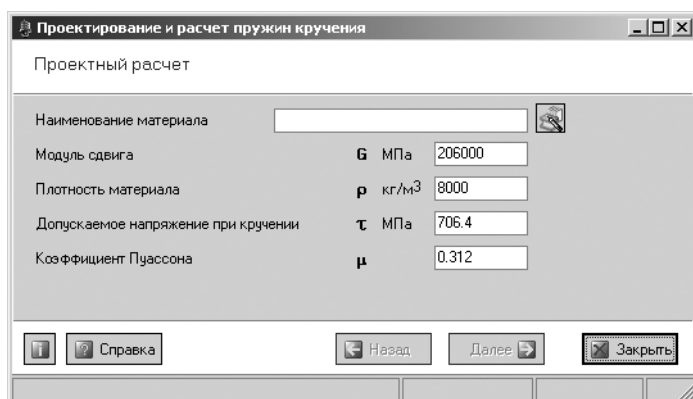

Рис. 4.93. Окно системы **Проектирование и расчет пружин кручения**.
- щелкните по кнопке  – **Ввод данных по другому материалу**. Появится окно системы **Проектирование и расчет пружин кручения. Проектный расчет** со свойствами материала, представленное на рис. 4.93;
- щелкните в системе **Библиотека материалов и сортаментов 1.2** на панели инструментов по кнопке  – **Выбрать** или нажмите комбинацию клавиш **Ctrl+Enter**. Выбранный материал появится в поле **Наименование материала** системы **Проектирование и расчет пружин кручения** (см. рис. 4.93);